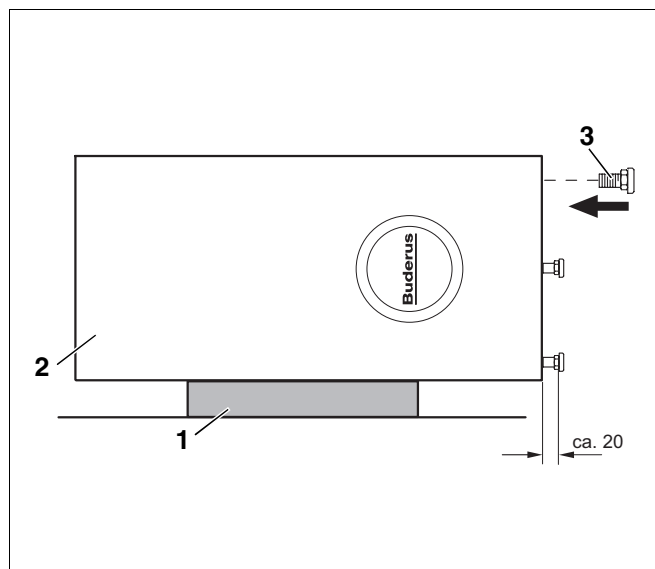

Abb. 5 Fußschrauben montieren
- Warmwasserspeicher (Abb. 5, **Pos. 2**) über die Kante der Bodenpalette vorsichtig auf das Deckelpolster (Abb. 5, **Pos. 1**) legen.
- Höhenverstellbare Fußschrauben aus dem Bodenpolster (Styropor) nehmen und Fußschrauben M10 × 30 (Abb. 5, **Pos. 3**) in den Boden des Warmwasserspeichers eindrehen.